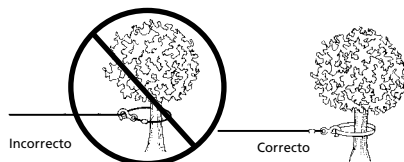

Figura 3
9. NUNCA ENGANCHE EL CABLE DE ALAMBRE SOBRE SÍ MISMO PORQUE PODRÍA DAÑARLO. Usar una eslinga de nilón (Figura 3).